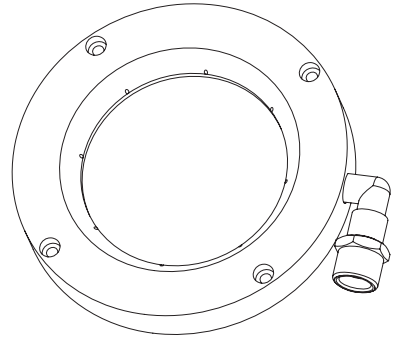

Fig. 12
- Sie erzeugt eine Luftbarriere vor dem Frontglas (Fig. 12).